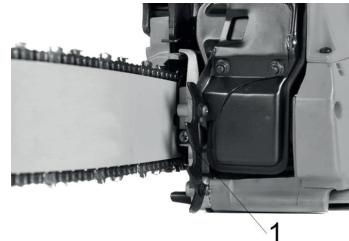

Рисунок 6
- Чтобы увеличить натяжение цепи, возьмитесь за носок пильной шины и поверните регулировочный винт (1) ПО ЧАСОВОЙ СТРЕЛКЕ. Поворот винта ПРОТИВ ЧАСОВОЙ СТРЕЛКИ позволит Вам ослабить натяжение. Убедитесь, что цепь плотно прилегает к пильной шине (Рис. 6).